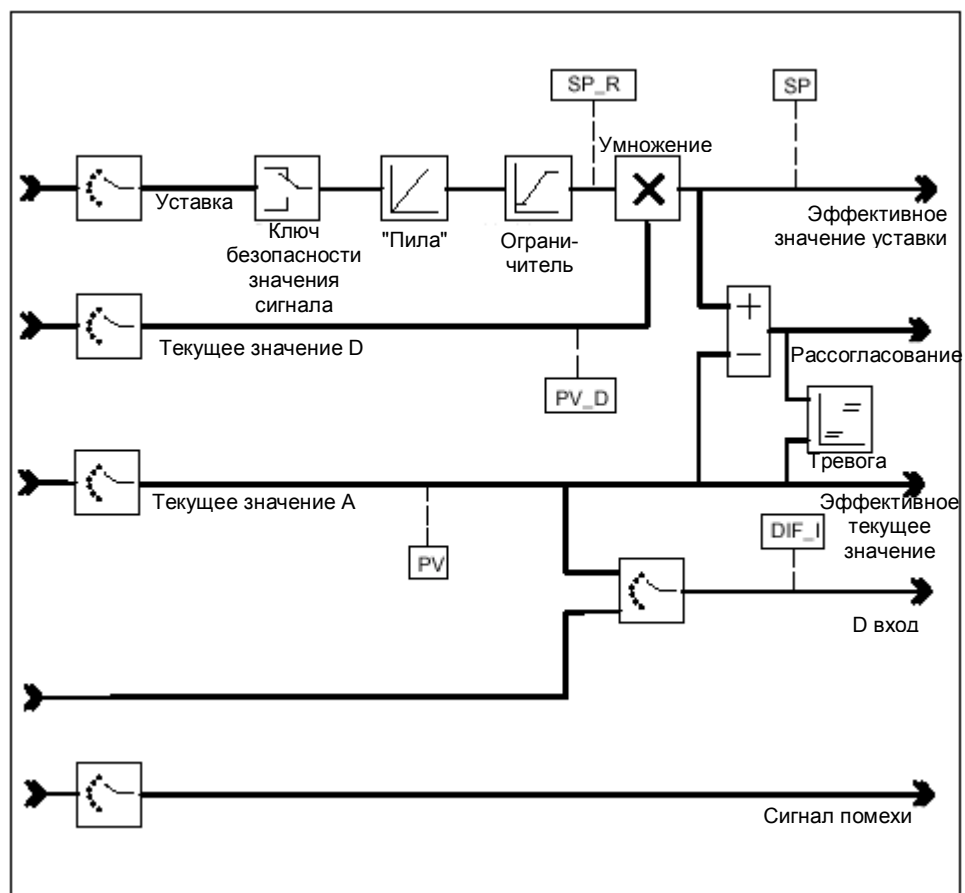

Рис. 7-16 Отображение диагностики сигнала ошибки
- Параметр SP_R используется только для пропорционального или смешанного управления. Он отображает коэффициент пропорциональности, определенный посредством ввода уставки (см. рис. 7-16).
где offset - смещение, параметр, который может быть сконфигурирован нажатием кнопки "Multiply" ("Умножить") (см. рис. 7-16).
- DIF_I - входное значение "дифференцирующего" компонента PID регулятора; он используется не только для пропорционального или смешанного управления (см. рис. 7-16).